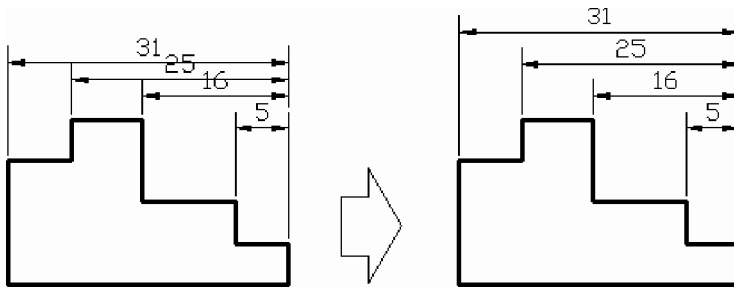

Fig. 6.74 Linii de cotă echidistante
- Interspațierea automată a liniilor de cotă – vezi Fig. 6.74.